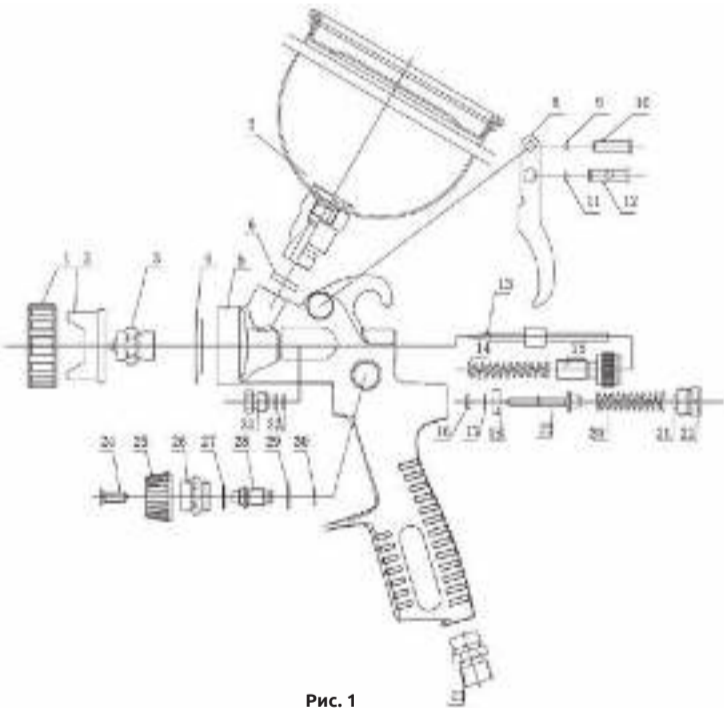

Рис. 1
СХЕМА КРАСКОПУЛЬТА (Рис. 1)
- Для регулировки ширины и формы факела, поверните соответствующий регулятор (№25, Рис.1). При необходимости форму факела можно изменить с овальной на круглую.
- Для регулировки соотношения подачи воздуха и материала, поверните винт регулировки подачи воздуха (№22, Рис.1) и/или регулятор подачи материала (№15, Рис.1) до нужного положения. Во время работы ни в коем случае не выкручивайте регуляторы полностью.
• ПЕРЕД РАЗБОРКОЙ, ЧИСТКОЙ ИЛИ СЕРВИСНЫМ ОБСЛУЖИВАНИЕМ КРАСКОПУЛЬТА ОБЯЗАТЕЛЬНО ПРЕКРАТИТЕ СООТВЕТСТВУЮЩИМИ РЕГУЛЯТОРАМИ ПОДАЧУ ВОЗДУХА К КРАСКОПУЛЬТУ (№22, Рис.1) И ПОДАЧУ ЛАКОКРАСОЧНОГО МАТЕРИАЛА В НЁМ (№15, Рис.1), ПОСЛЕ ЧЕГО СБРОСЬТЕ ДАВЛЕНИЕ В ВОЗДУШНЫХ КАНАЛАХ КРАСКОПУЛЬТА НАЖАТИЕМ НА ЕГО КВРОК (№8, Рис.1).